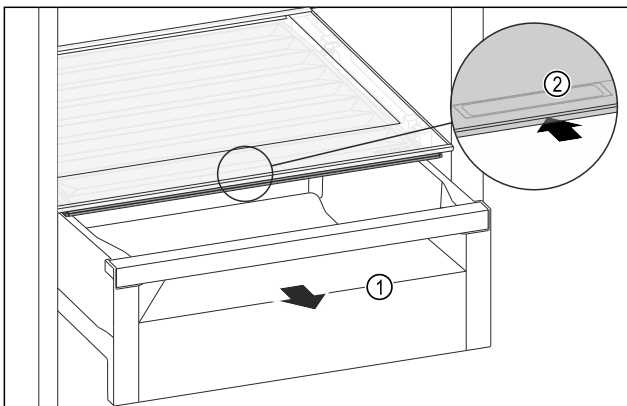

Fig. 178
- ▶ Schubfach Fig. 178 (1) herausziehen.
- ▶ Griffmulde Fig. 178 (2) am Fachdeckel anfassen und Fachdeckel gleichzeitig nach hinten schieben.